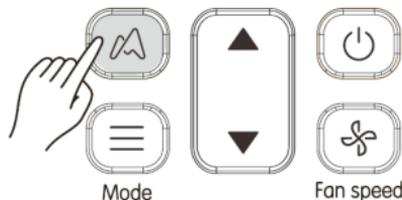

Abbildung 3.15
1) Drücken Sie  (siehe Abbildung 3.15), um das Signal der Kaysun ETA-Funktion an das Innengerät zu senden. Das Symbol  wird angezeigt.